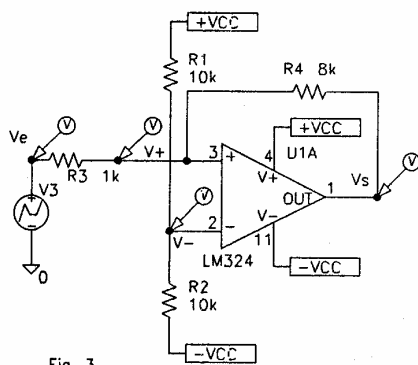

Fig. 3
4) Montage Fig. 3
Pour la figure 3, relevez en plus les signaux V+ et V-.